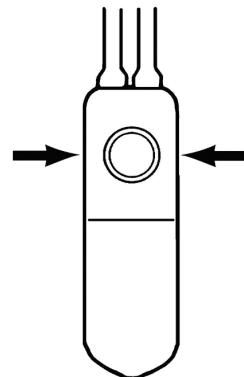

Figura 4-42. Método de presión lateral
1. Apriete los lados de la bomba de control adyacentes al botón de desactivación para permitir que el fluido llene la pera de la bomba. (Figura 4-42)